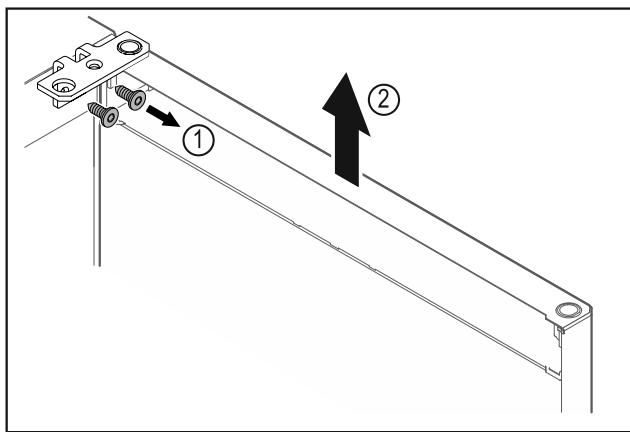

Fig. 13
- Odvignite kutne šarke Fig. 13 (1).
- Dignite vrata s kutnim šarkama Fig. 13 (2) cca 200 mm ravno prema gore i skinite ih.